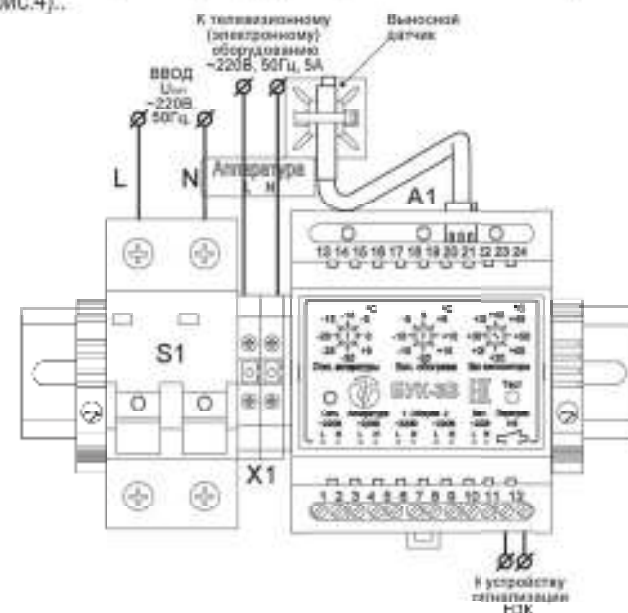

Рис.2. Подключение термощафа
Подключение термощафа производится в соответствии со схемой электрической принципиальной (рис.2 и рис.4). Для подключения необходимо:
2. Подключить телевизионное (электронное) оборудование к клеммам X1 (сечение подключаемых проводов до 6 мм2), при этом фазный провод (L) соединить с контактом 1.1, нулевой провод (N) с контактом 2.1.
4. Подключить БУК-3В (контакты 11 и 12 «Перегрев НЗ») к внешнему устройству сигнализации (рис.2 и рис.4).
5. Подключить кабель питания к входу автомата питания S1 (сечение подключаемых проводов до 25 мм2), при этом фазный провод (L) соединить с контактом 1, нулевой провод (N) с контактом 3 (рис.2 и рис.4).